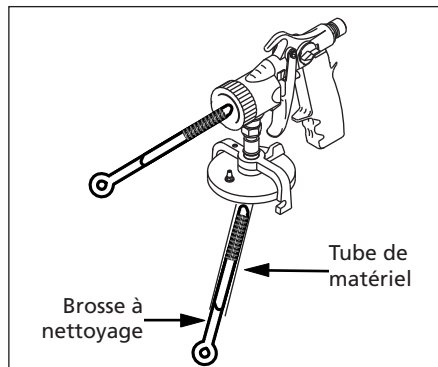

Fig. 17 - Nettoyage du tuyau de matériel
4. Utiliser la brosse (imbibée avec du solvant) entre les rincages pour nettoyer le tuyau de matériel et la buse (Voir Figure 17).